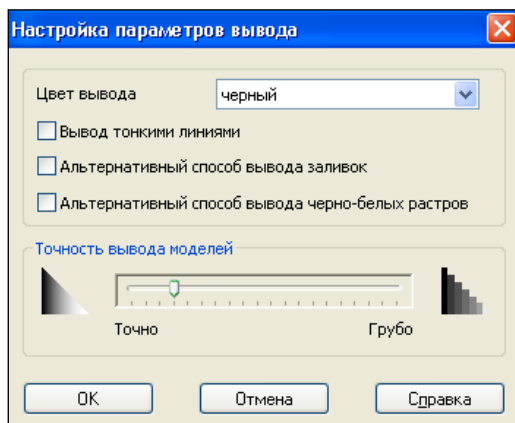

Рис. 3.13. Диалоговое окно **Настройка параметров вывода**
- ◆ с помощью кнопки **Параметры вывода** отобразить на экране диалоговое окно **Настройка параметров вывода** (рис. 3.13). Оно имеет точно такие же элемен-